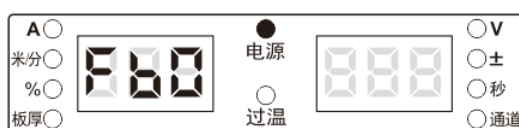

图 3-16 FB0 显示界面
1. 进入内部菜单，调节焊接电源面板旋钮至 FB0，如图 3-16 所示。